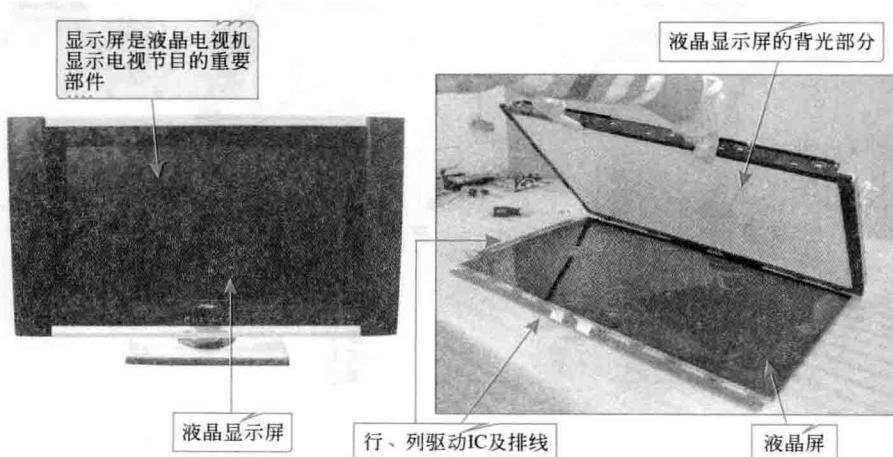

图 1-4 典型液晶电视机显示屏的实物外形
① 液晶显示屏 液晶电视机上类似玻璃材质的器件就是显示屏,它是用来显示电视节目的重要器件,该显示屏采用液晶材料制作而成,是液晶电视机特有的显示部件。图 1-4 所示为典型液晶电视机液晶显示屏的实物外形。